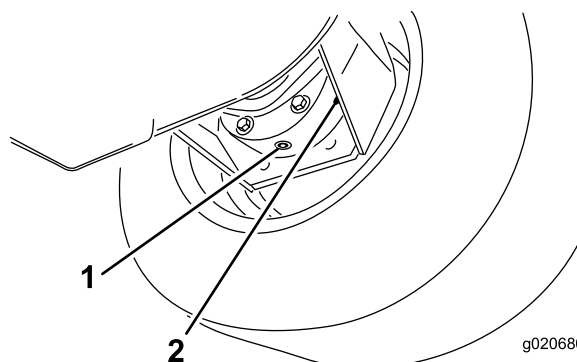

Figure 69
3. Placez un bac de vidange sous le carter de frein et enlevez le bouchon pour permettre à l'huile de s'écouler (Figure 69).